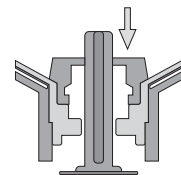

Рис. 2
- в) спустить воздух из отсеков баллонов (и надувного кильсона на килевой лодке), для чего необходимо открутить крышку клапана, нажать на шток воздушного клапана, чтобы он занял крайнее нижнее положение (см. рис. 2);